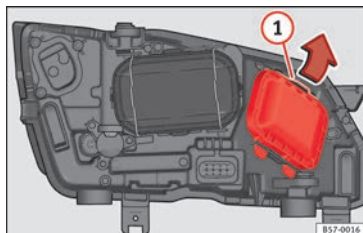

Fig. 106 En el vano motor: retirar la tapa.
2. Desplace el tirante » **fig. 106** ① en el sentido de la flecha y saque la tapa.
2. Desplace el tirante » **fig. 106 ①** en el sentido de la flecha y saque la tapa.